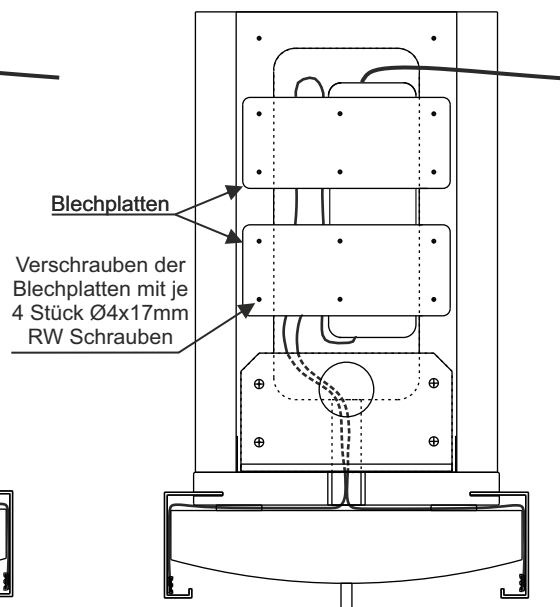

Abb. 6
9. Zur dauerhaften Fixierung der Teile schrauben Sie zwei Blechplatten in die hierfür vorgesehenen Ausfräsungen. Verwenden Sie hierfür Ø4x17 RW-Schrauben. (Abb. 6)